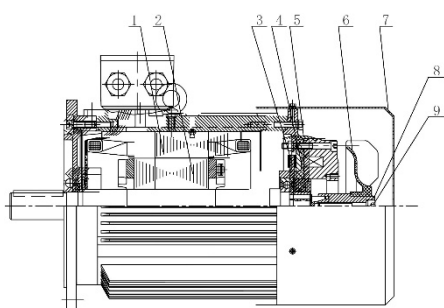

Figura 1 Motor con freno
- © Los pasos para ajustar el entrehierro son los siguientes: (consulte la figura 1)
- Retire la cubierta del ventilador (7).
- Retire la cubierta antipolvo (5).